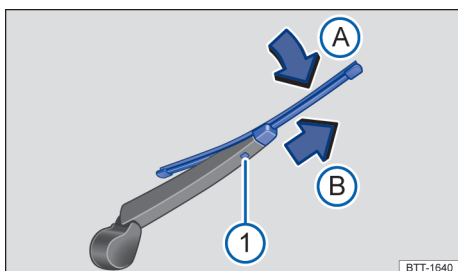

图 125 更换后风窗玻璃刮水片
- 按住分离按钮 → 图 125 ①。
- 从刮水器臂上沿 → 图 125 (箭头 A) 的方向翻开刮水片，同时沿箭头方向 (B) 拉出刮水片。可能需用点力方可拉出刮水片。
- 将长度和结构均相同的新刮水片逆箭头方向 → 图 125 (B) 插到刮水器臂上，直至其卡定。此时刮水片须处于翻开位置 → 图 125 (箭头 A)。